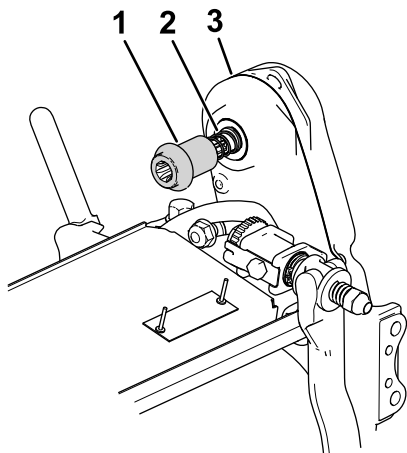

Bild 7
4. Montieren Sie die Kupplung und die Feder am Spindelantrieb des Mähwerks (Bild 7).
5. Stellen Sie sicher, dass sich die Kupplung (Bild 7) auf der Antriebswelle des Getriebes leicht hin und her bewegen lässt.